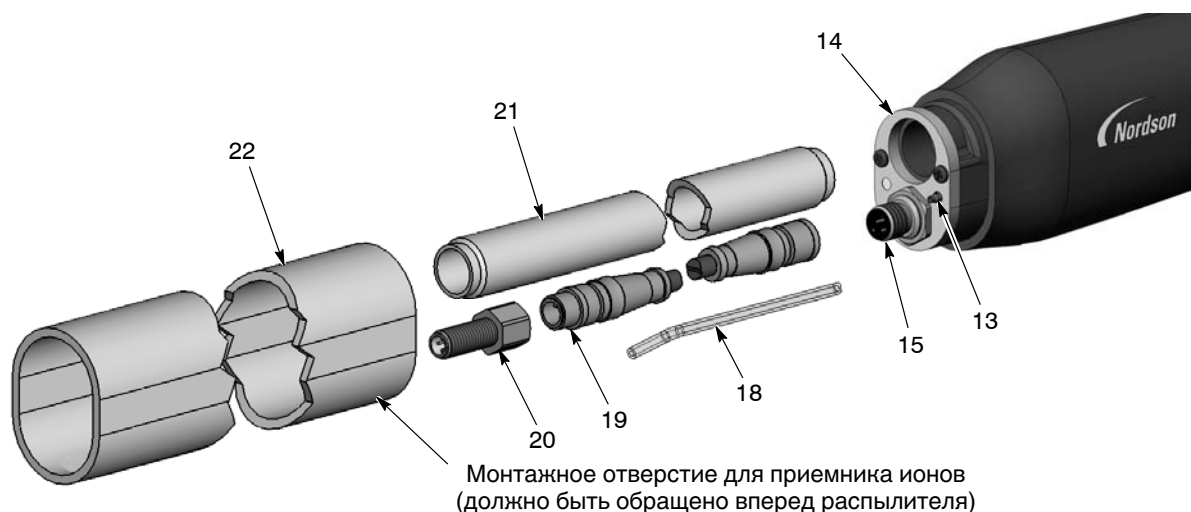
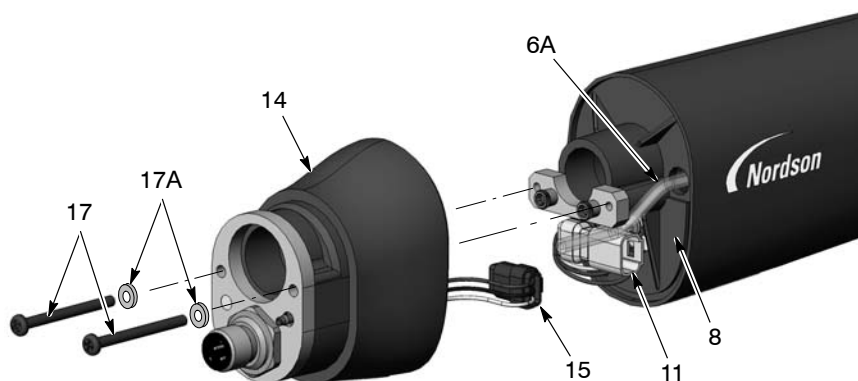
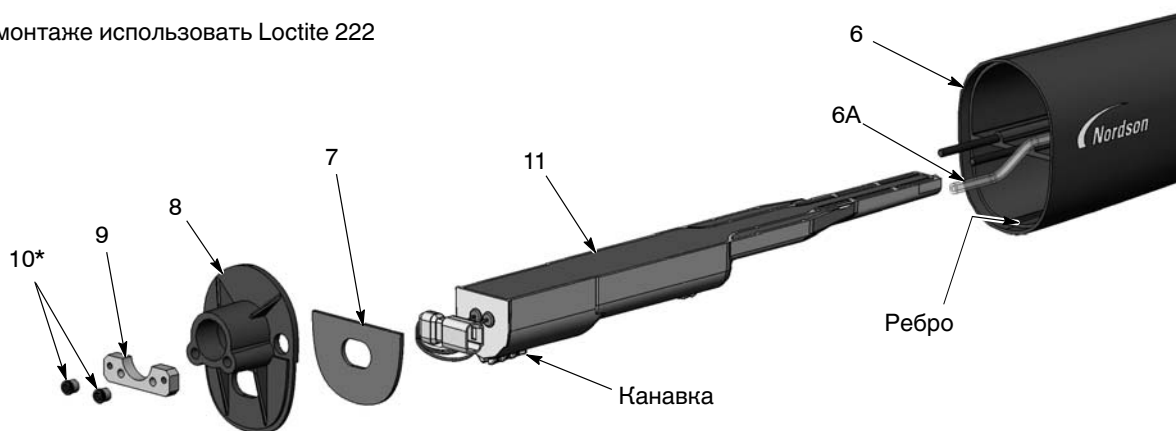

Рис. 7-9 Распылитель для монтажа на трубке, разборка, 2 из 5
Рис. 7-10 Распылитель для монтажа на трубке, разборка, 3 из 5
Рис. 7-11 Распылитель для монтажа на трубке, разборка, 4 из 5
7. См. рис. 7-9. Стянуть монтажную трубку (22) с узла заднего корпуса (14) поверх стяжной трубки (21).
9. Отсоединить удлинительный кабель (19) от жгута проводов гнезда (15).
10. Отсоединить бесцветную 4-мм воздушную трубку (18) от завершенного ниппеля (13).
11. Если удлинительный кабель будет заменен, снять гнездо кабеля (20). Если нет, оставить их соединенными.
12. См. рис. 7-10. Вывернуть два винта с шестигранным шлицем (17) и снять стопорные шайбы (17А) с заднего корпуса распылителя (14).
13. Осторожно оттянуть задний корпус распылителя от перегородки (8) так, чтобы можно было отсоединить провода питания (11) от жгута проводов гнезда (15) и трубку узла фильтра (6А) от завершенного ниппеля внутри заднего корпуса.
14. См. рис. 7-11. Ключом-шестигранником на $1/8$ дюйма отвернуть две гайки с шестигранным шлицем (10) и снять пластину винтов (9) с перегородки (8). Затем снять перегородку с корпуса распылителя (6), пропуская провода питания сквозь перегородку.
15. Извлечь блок питания (11) из корпуса распылителя.
17. Прокладка (7) закреплена на перегородке с помощью контактного клея. Если прокладка повреждена, заменить ее на новую.
- См. рис. 7-11. Вставить блок питания (11) в корпус распылителя (6), убедившись, что ребро в корпусе вошло в канавку на блоке питания. Плотно посадить блок питания в корпус распылителя.
- Пропустить провода питания сквозь перегородку (8), а затем поставить перегородку и пластину винтов (9) на шпильки корпуса распылителя. Нанести клей для стопорения резьбовых деталей Loctite 222 на гайки с шестигранным шлицем (10) и навернуть их на шпильки. Затянуть гайки моментом 0,45 Н•м (64 дюйм-унц.) ключом-шестигранником на 1/8 дюйма.
- См. рис. 7-10. Присоединить жгут проводов гнезда (15) к проводам питания (11). Вложить разъемы жгутов проводов (11, 15) в узел заднего корпуса в показанных положениях.
- Присоединить трубку узла фильтра (6А) к завершенному ниппелю внутри заднего корпуса. Пропустить в корпус распылителя бесцветную воздушную трубку с небольшим запасом, а затем смонтировать на перегородке задний корпус, используя винты (17) и стопорные шайбы (17А).
- См. рис. 7-9. Ввернуть стяжную трубку (21) в задний корпус (14).
- Подсоединить удлинительный кабель (19) к жгуту проводов гнезда в узле заднего корпуса.
- Подсоединить бесцветную 4-мм трубку (18) к завершенному ниппелю узла заднего корпуса.
- Повернуть монтажную трубку (22) так, чтобы отверстие приемника ионов было обращено вперед распылителя.
9. См. рис. 7-9. Присоединить удлинительный кабель (19) к гнезду (20) в торцевой крышке (23).
11. Поставить торцевую крышку на монтажную трубку, пропустив стяжную трубку (21) и бесцветную 4-мм трубку (18) через торцевую крышку.
12. Закрепить гнездо кабеля (20) на торцевой крышке, используя стопорную шайбу и гайку.
13. Навернуть гайку (24) на стяжную трубку и надежно затянуть.
14. Присоединить муфту (25) к бесцветной 4-мм трубке.